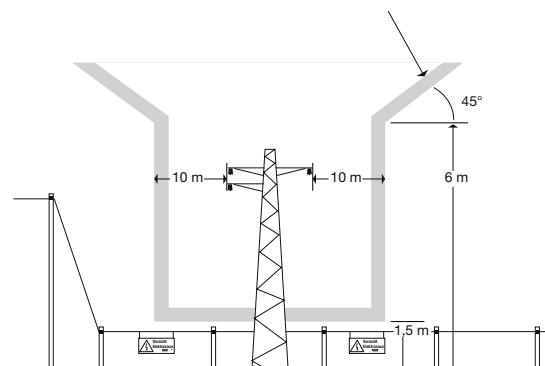

Bild 4. Sicherheitsraum für Hochspannungsleitungen (über 1000 V)
2) Freileitungen über 1000 V dürfen mit der Zaunleitung und den Zaundrähten nicht überquert werden. Werden Elektrozaunaanlagen zu Freileitungen über 1000 V parallel geführt oder unterqueren sie diese, so darf innerhalb eines Schutzstreifens von 10 m beiderseits der äußeren Leiter die Bauhöhe der Elektrozaunaanlagen 1,5 m nicht überschreiten (s. Bild 4).